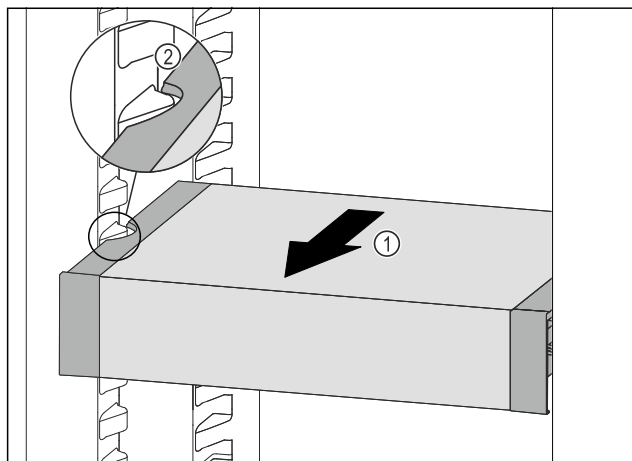

Fig. 108
- VarioSafe pociągnąć w przód Fig. 108 (1), aż boczne wycięcia szuflady VarioSafe będą się znajdować na wysokości zębów pojemnika w chłodziarce. Fig. 108 (2)